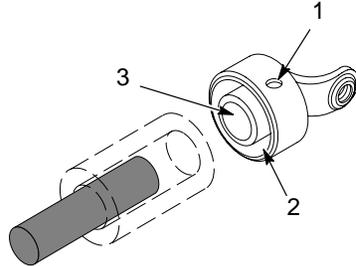

Figura 3-2 Abrazadera de la pistola
Ver la figura 3-2. La abrazadera de la pistola para montaje en barra puede aceptar barras de pistola con un DE de 11/4-pulg. (2) o 5/8-pulg. (3). Introducir una llave hexagonal de 2,5 mm a través del orificio para tornillo de ajuste (1) para apretar la abrazadera en una barra de pistola con un DE de 5/8 pulg.